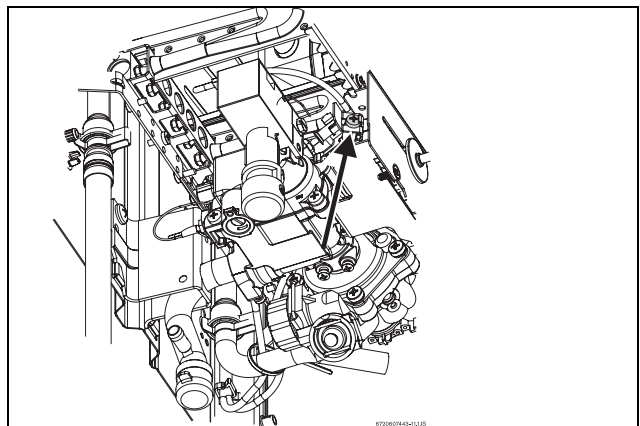

Fig. 14 Vite per regolazione della pressione minima
- Regolare la pressione mediante la vite (Fig. 14) attenendosi ai dati di pressione esposti nella tabella 5.